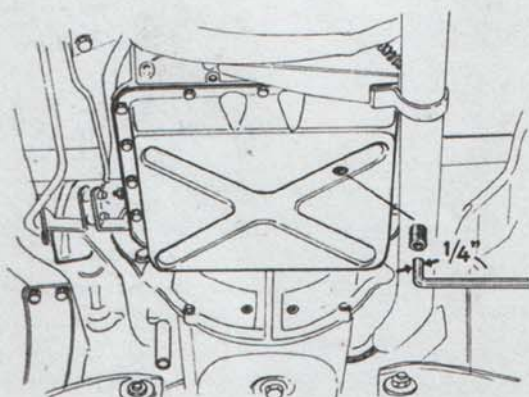

Bild 35. Oljeavtappningspropp.
1. Hissa upp och palla under vagnen. Tappa ur oljan i ett absolut rent kärl. Se bild 35. OBS! Oljan kan vara mycket het och orsaka brännskador om den träffar huden.
- A Främre koppling (5)
- B Bakre koppling (15)
2. Tappa ur oljan i ett absolut rent kärl. Se bild 35. OBS! Oljan kan vara mycket het och orsaka brännskador om den träffar huden.